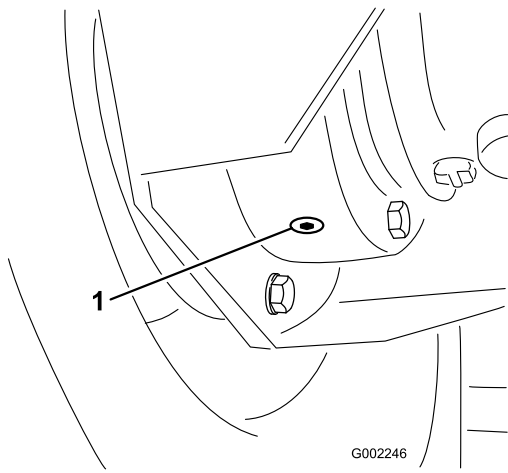

图 81
4. 在内侧排油塞下放置一个盘子、然后拆下排油塞 图 81。